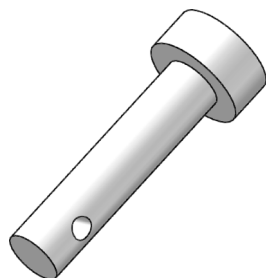

图 12-5 销钉
本例绘制的销钉如图 12-5 所示。
**05** 拉伸-切除实体。单击“特征”控制面板中的“拉伸切除”按钮, 此时系统弹出图 12-11 所示的“切除-拉伸”属性管理器。选择上步绘制的草图为拉伸截面, 设置方向 1 和方向 2 中的终止条件为“完全贯穿”, 然后单击属性管理器中的“确定”按钮, 结果如图 12-5 所示。